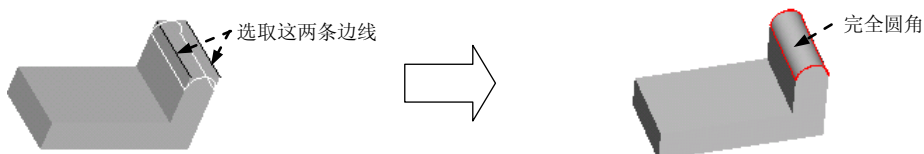

图 5.13.5 创建完全圆角
如图 5.13.5 所示，通过指定一对边可创建完全圆角，此时这一对边所构成的曲面会被删除，圆角的大小被该曲面所限制。下面说明创建一般完全圆角的过程：
Step3. 选取圆角的放置参照。在模型上选取图 5.13.5 所示的两条边线, 操作方法为: 先选取一条边线, 然后按住键盘上的 **Ctrl** 键, 再选取另一条边线。